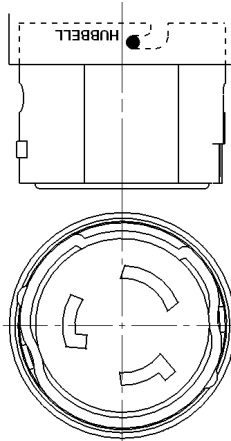

Fig. 2
- Pour assurer un montage correct, vérifier que la griffe près de la marque Hubbell du carter arrière est située dans l'axe central de la dépression dans le carter métallique avant et que les deux encoches en «L» du carter avant sont complètement recouverte par le carter arrière. Voir la fig. 2 (les griffes sont montrées en noir).